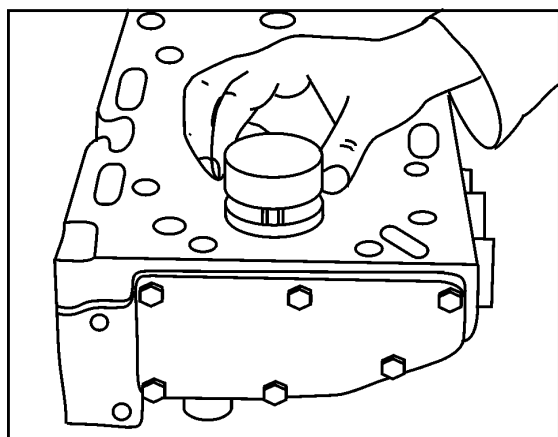

FIG 22
2. Com a ferramenta número 81 30 404 **Fig. 22**. Prensar a sede de escapamento. Com a ferramenta número 81 30 405 prensar a sede de admissão.